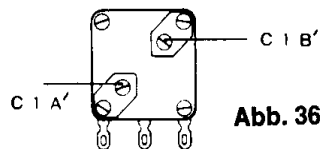

Abb. 36
2. Drehe an den beiden Trimmern (C 1 A' und C 1 B', Abb. 36), bis der Lautsprecher von einem tiefen Ton über ein periodisches Knacken auf Stille eingestellt ist. Wie schon in der Einleitung erwähnt, nimmt man erst Frequenzen über 16 Hz als Ton wahr. Deshalb hörst du nur noch ein